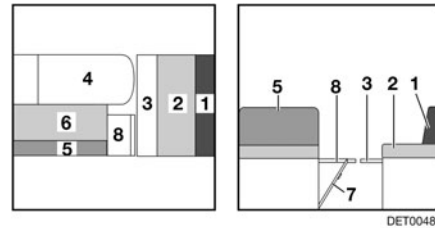

Fig. 116 Durante la transformación
- Plegar la prolongación del banco de asiento (Fig. 116,8) hacia arriba y colocar una cuña con la trampilla.
- Extraer la prolongación del armazón de cama (Fig. 116,3).